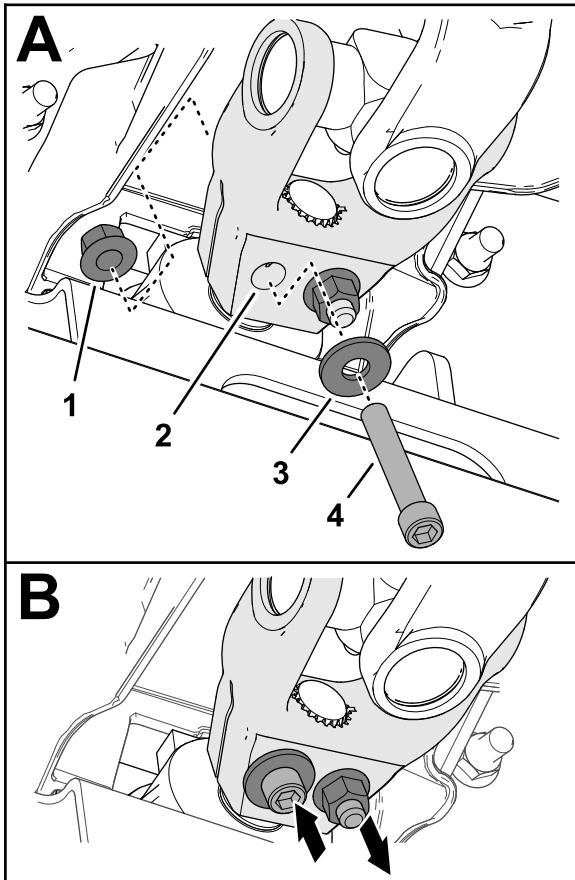

Figure 16
| 6. Insérez une vis à tête creuse (3/8" x 2 1/4") dans une rondelle (3/8") et dans le trou de la chape de l'arbre d' entraînement (Figure 16), et fixez la vis en place avec un contre-écrou à embase (3/8"). |                   |
7. Insérez une vis à tête creuse ( $\frac{3}{8}$ " x  $2\frac{1}{4}$ ") dans une rondelle ( $\frac{3}{8}$ ") et dans le trou de la chape de l'arbre d'entraînement en passant par l'autre côté (Figure 16), et fixez la vis en place avec un contre-écrou à embase ( $\frac{3}{8}$ ").